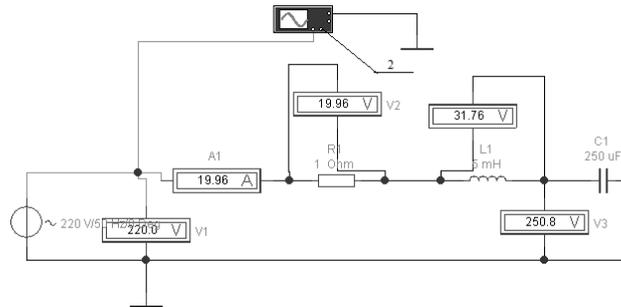

Рис. 10. Схема для исследования явления резонанса
2. Схемы для исследования резонанса тока (рис. 10).